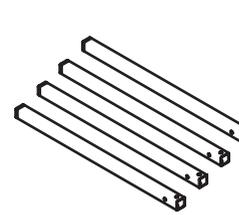

Abb. 1
- 4 Tischbeine mit Gewindestopfen (Abb. 1)